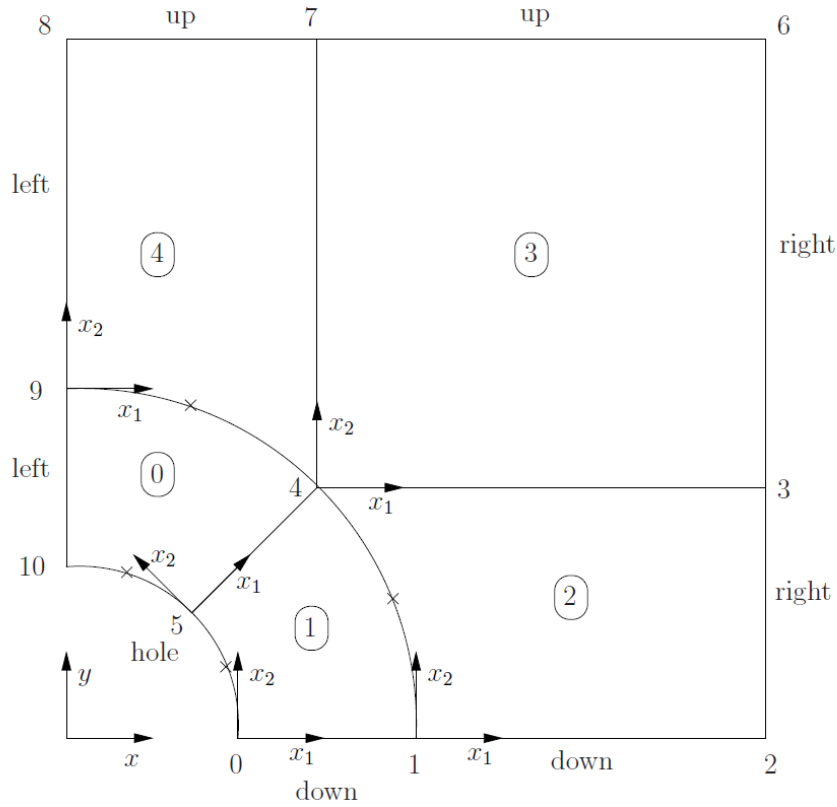

图 2.17 中心空洞平板的 block 结构
**blockMeshDict** 里面的 **block** 具有方向且各不相同。正如图 2.17 所示，0 **block** 的 **x2** 方向就是 4 **block** 的 **-x1** 方向。这意味着当定义每个 **block** 内的网格数和节点分布的时候需要多加小心，以使它们互相匹配。